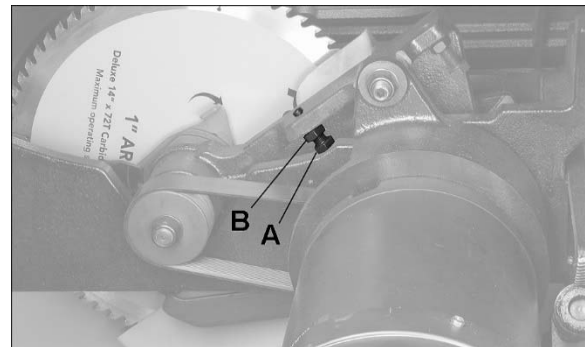

Figura 8-13.
2. Abra la cubierta lateral y localice el tornillo de tope de profundidad de la hoja (A, Figura 8-13) ubicada entre la polea del árbol y el motor.
3. Use una llave de boca abierta de 14 mm para aflojar la tuerca hexagonal (B, Figura 8-13). Esto permitirá girar el tornillo de cabeza hexagonal y la hoja de la sierra ajustarse más bajo.
6. El tornillo de tope de profundidad de la hoja (A, Figura 8-13) debe estar apoyado contra el muñón. Verifique esto y después apriete la tuerca hexagonal (B, Figura 8-13).